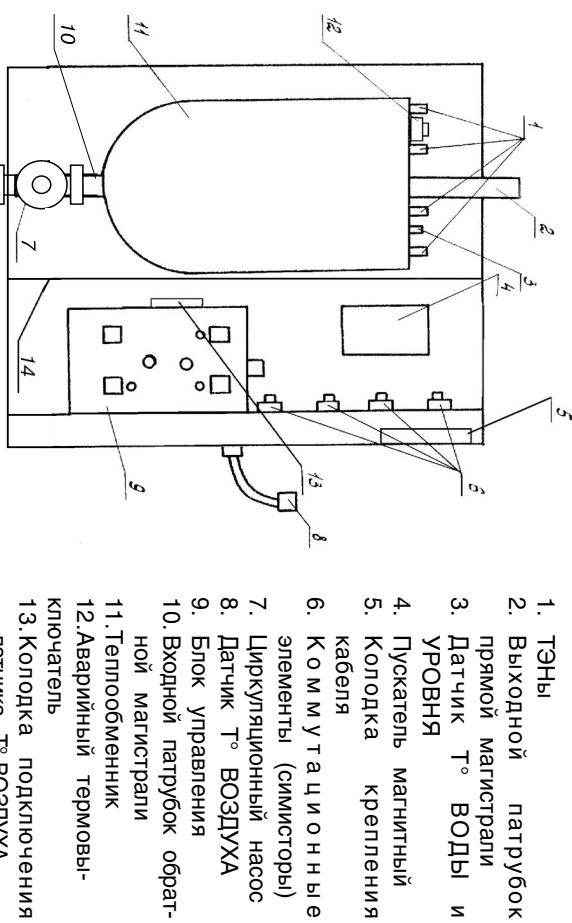

Рис. 1
5.1. Электрокотел состоит из пяти частей: теплобменника (бака), блока управления, коммуляционных элементов, циркуляционного насоса, пускателя магнитного (рис.1).